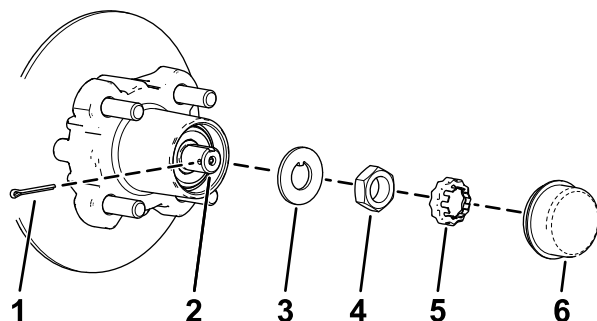
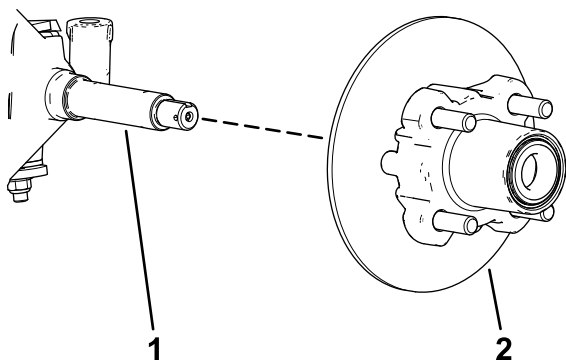

Figura 31
Figura 32
4. Îndepărtați capacul anti-praf de pe butuc (Figura 31).
5. Îndepărtați cuiul spintecat i piuliă de fixare de pe ax i piuliă axului (Figura 31).
6. Îndepărtați piuliă axului de pe ax i separați butucul i ansamblul rotorului de ax (Figura 31 i Figura 32).